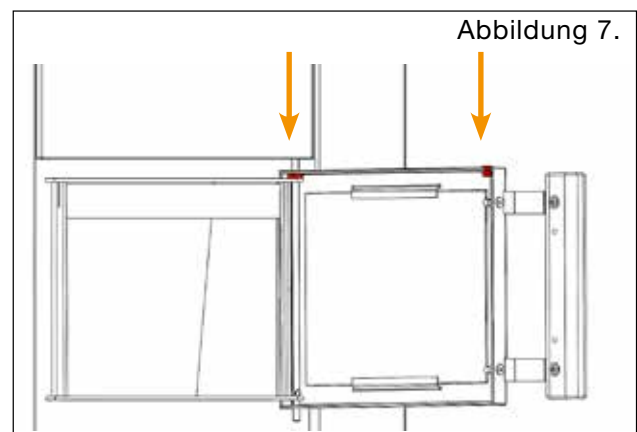

Abbildung 7.
**Abbildung 7.** Öffnen Sie die Tür, heben Sie den Stift der Angel so weit an, dass er aus der unteren Halterung der Angel herauskommt. Halten Sie die Tür fest und drehen Sie die Tür zusammen mit dem Stift nach unten, so dass Sie den Stift nach unten, an der Halterung vorbei ziehen können, so entfernen Sie sowohl die Tür als auch den Stift. Die Installation erfolgt in umgekehrter Reihenfolge. Zunächst schieben Sie die Tür am oberen Rand an ihren Platz und danach den Stift durch die obere Halterung. Anschließend drehen Sie die Tür und den Stift von unten an ihren Platz